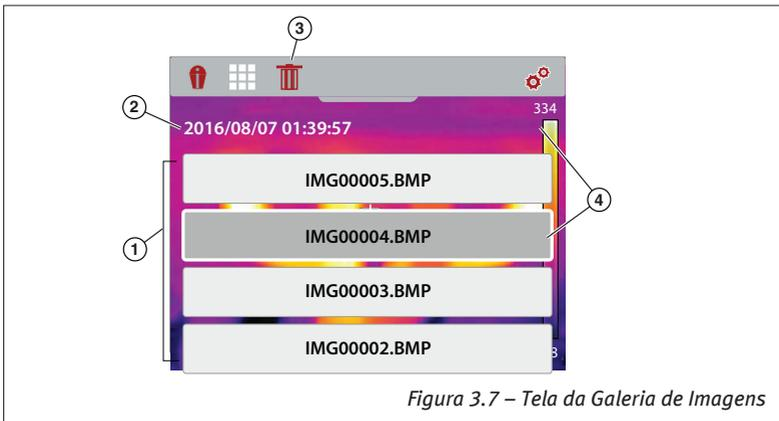

Figura 3.7 – Tela da Galeria de Imagens
Quando a galeria é aberta, o menu dos arquivos de imagem é exibido com o arquivo salvo mais recentemente na parte superior (Figura 3.7).
- Use os botões direcionais para cima e para baixo para navegar pelo menu dos arquivos de imagem (Figura 3.7). Uma imagem é selecionada quando é destacada por uma caixa ao redor da seleção. Uma imagem selecionada pode ser parcialmente vista em segundo plano, à medida que for percorrido o menu de imagens (Figura 3.7).